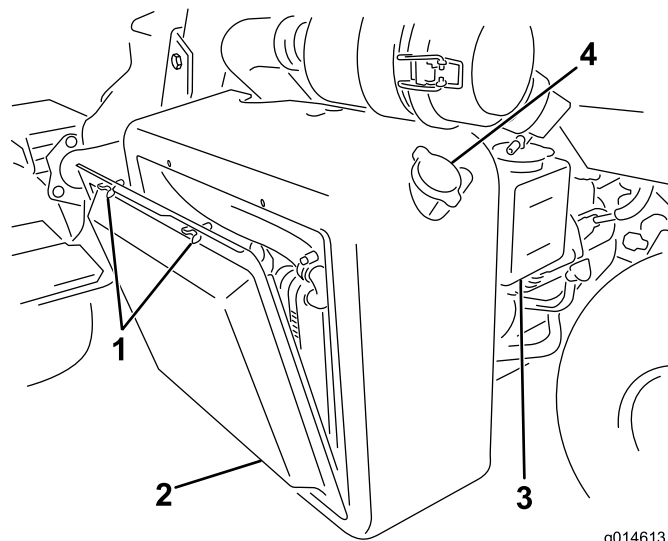

Figura 51
1. Retire o painel do radiador (Figura 51).